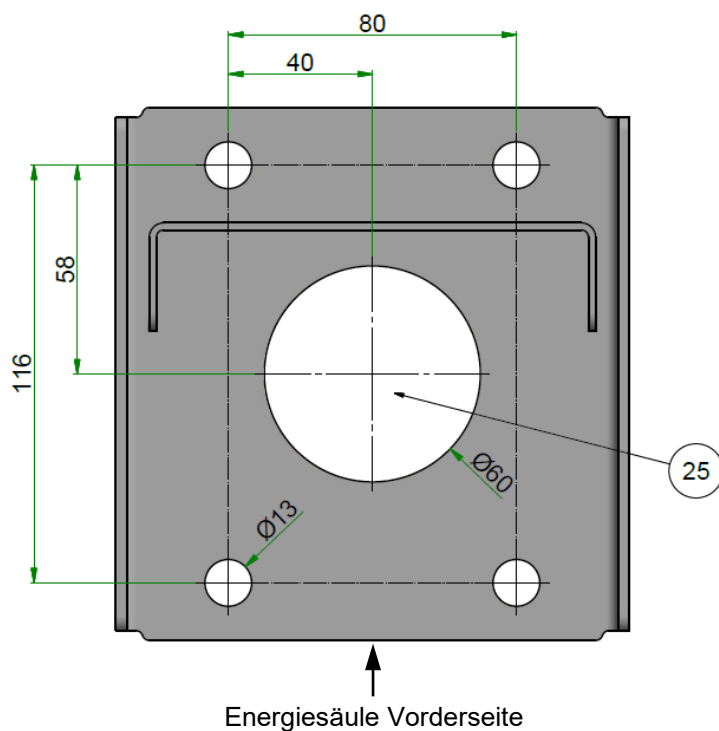

Abbildung 4: Standfuß Bohrbild
- Bohren Sie die Löcher für die beiliegenden Dübel M10x50 16 nach dem Bohrbild in *Abbildung 4* in den Untergrund.